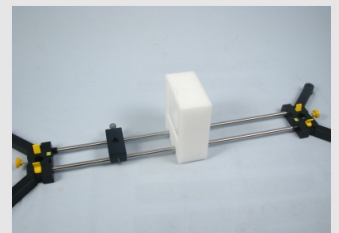

Abbildung 5
3. Platziere den Reiter und den Sonnenkollektor wie in Abb. 5 auf der Stativbank. Der Sonnenkollektor soll sich dabei möglichst auf der Mitte der Stativbank befinden.